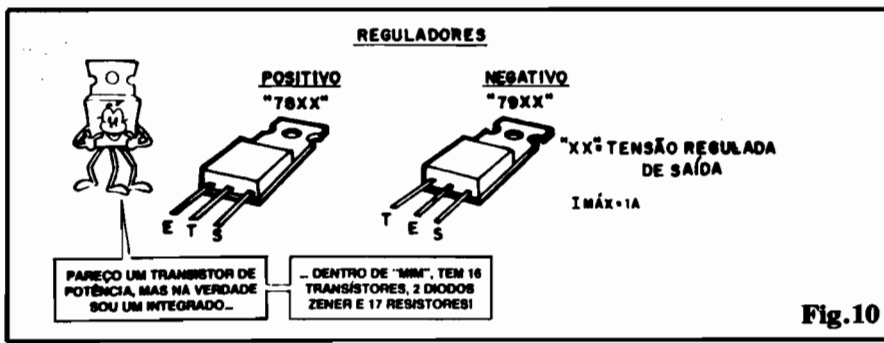

Fig.10
- **FIG. 10** - O REGULADOR DE TENSÃO DA SÉRIE "78XX" E "79XX" - A figura mostra as aparências e pinagens dos Integrados Reguladores de Tensão da série **standart** "78XX" (Tensão Positiva) e "79XX" (Tensão Negativa). Observar a disparidade do posicionamento das "pernas" E-T-S nas duas versões, e notar que externamente eles se parecem muito com simples transístores bipolares de Potência (mas "lá dentro" deles tem uma porrada de transístores, fora diodos e resistores...). Quanto ao código identificatório, no lugar daquele "XX" entra sempre dois algarismos, indicando numericamente a "voltagem" nominal de Saída do Integrado (ver Tabela a seguir...). A Corrente máxima situa-se em 1 ampère e as Tensões máximas aplicáveis ao terminal "E" (sempre pelo menos 3V maior do que a nominal, esperada na Saída, lembrem-se...) encontram-se também relacionadas...
- Quanto mais alta for a Tensão real de Entrada, maior será a dissipação no Integrado, função também da Corrente real demandada pela carga ou circuito acoplado à sua Saída. Quando esse diferencial for muito maior do que os 3V mínimos de "margem" exigidos pelo Integrado (por exemplo: uma Tensão de Entrada de 20V para uma de Saída de 9V, com 7809, no caso...), convém dotar o componente de um bom dissipador de calor (para isso sua "embalagem" já apresenta a lapa metálica de acoplamento termo-mecânico do radiador - ver fig. 10. Entretanto, quando a Corrente final for baixa (menos de 500mA) e o diferencial de Tensão